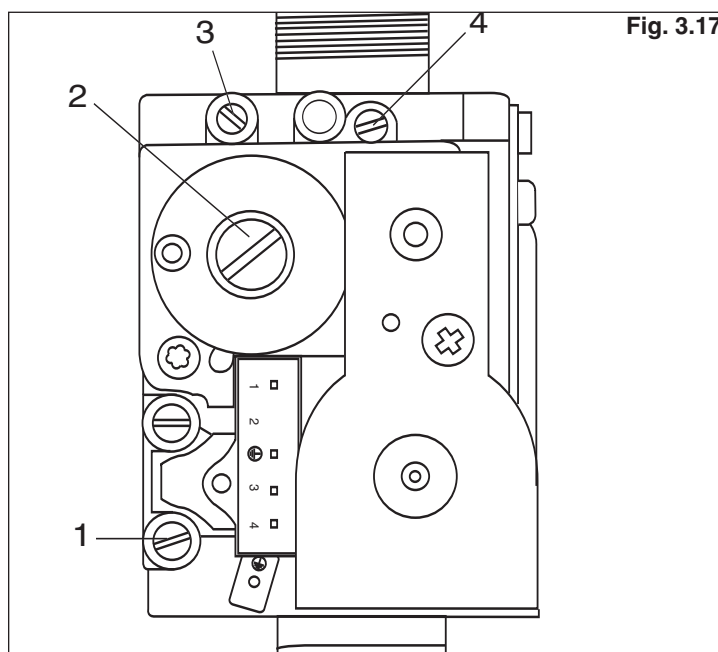

Fig. 3.17
1. Desserrez la vis "1" (Fig. 3.17) et montez le tuyau de raccordement du manomètre dans la prise de pression.
2. Mettez la chaudière en marche à sa puissance minimum à l'aide de la fonction test (voir paragraphe 3.6.1) ou bien en appuyant simultanément sur les touches "K" et "H" sur le tableau de commandes. Au bout d'une période minimale de fonctionnement de 4 minutes environ, vérifiez sur l'analyseur que la valeur de CO2 corresponde bien à celle indiquée dans le tableau 3D, autrement agissez avec un tournevis sur la vis "2" (Fig. 3.17) après avoir enlevé de couvercle – tournez la vis "2" dans le sens des aiguilles d'une montre pour augmenter la valeur de CO2 - jusqu'à ce que vous obteniez la valeur exacte. Attendez au moins 4 minutes afin que la lecture se stabilise.
3. Une fois le contrôle terminé, remontez le couvercle sur la vis "2" (Fig. 3.17).
1. L'analyseur étant déjà raccordé à la trappe d'analyse, portez la chaudière à sa puissance de chauffage maximum à l'aide de la fonction test (voir paragraphe 3.6.1) ou bien activez la "fonction ramonage" en appuyant 5 secondes sur la touche Comfort "K". Au bout d'une période minimum de fonctionnement de 4 minutes environ, vérifiez sur l'analyseur que la valeur de CO2 corresponde bien à celle indiquée dans le tableau 3D, autrement agissez avec un tournevis sur la vis "4" (Fig. 3.17) jusqu'à ce que vous obteniez la valeur exacte de CO2 - tournez la vis "4" dans le sens des aiguilles d'une montre pour diminuer la valeur de CO2 -. Attendez au moins 4 minutes afin que la lecture se stabilise.